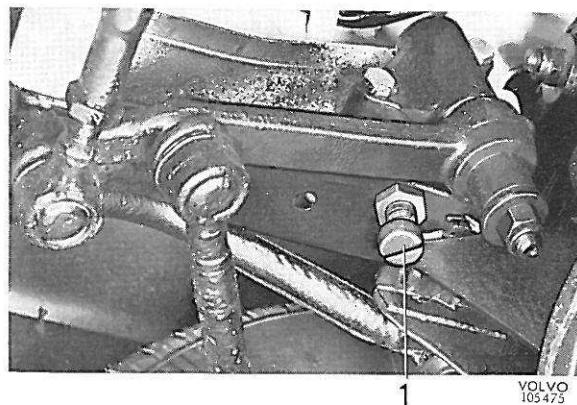

Figure 12. Vis de butée, braquage maxi des roues
2. Reprendre les mêmes opérations sur la roue droite (virage à droite) avec la deuxième vis de butée (1, figure 12).